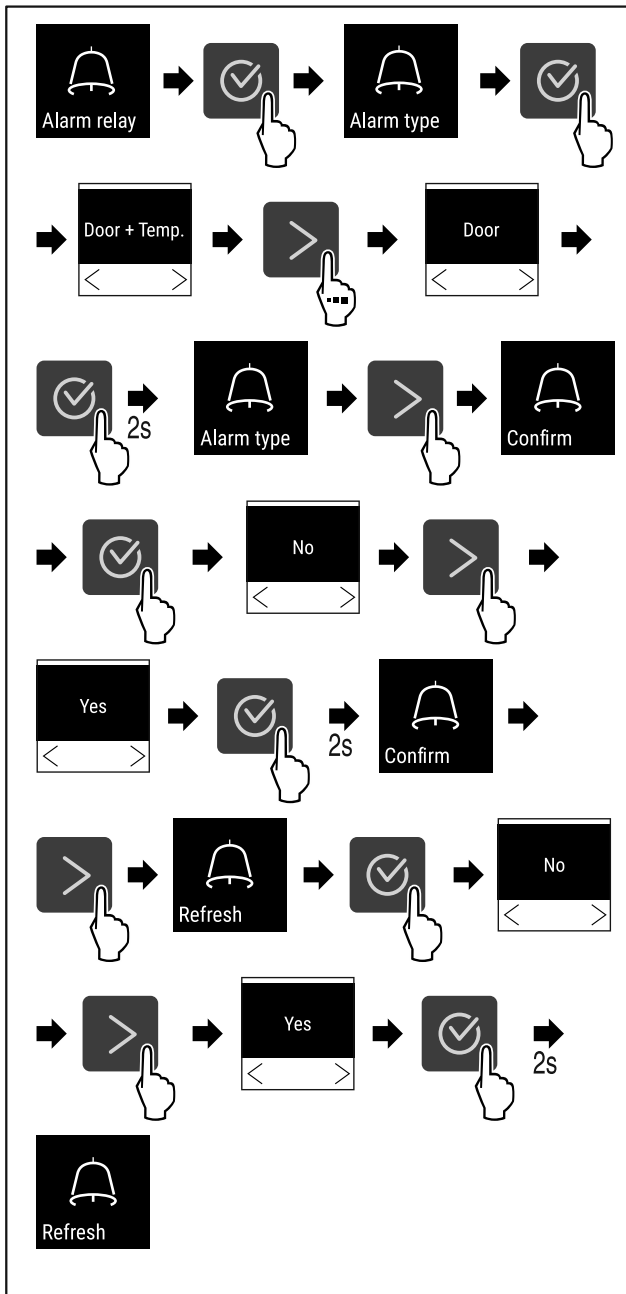

Fig. 109
- ▶ Obavite korake postupka (pogledajte Fig. 109).